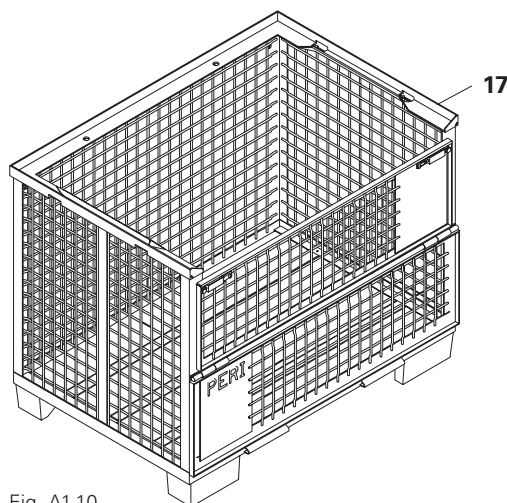

Fig. A1.10
La cesta metallica 80 x 120 (17) serve ad esempio per riporre le teste di appoggio GRIDFLEX. (Fig. A1.10)